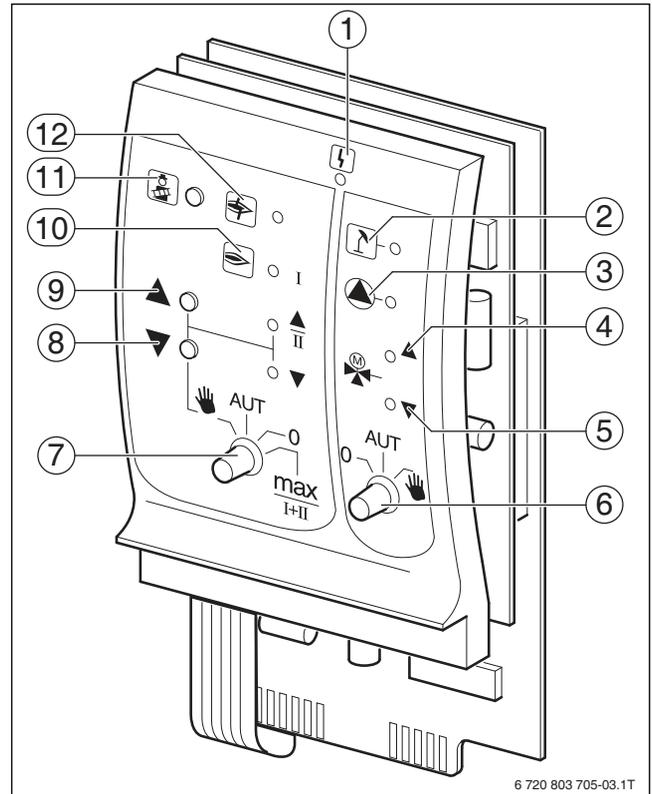

Рис. 11 ZM434
Если выключатели не стоят в положении автоматического режима, то на дисплей MEC2 выходит соответствующее сообщение, и загорается индикация о неисправности (рис. 11, [1]).
▶ Держите кнопку **Тест дымовых газов** (→ рис. 11, [11], стр. 11) несколько секунд нажатой.
Во время проведения теста дымовых газов попеременно мигают индикация о **неисправности** (→ рис. 11, [1], стр. 11) и **летний режим** (→ рис. 11, [2], стр. 11).
0, Рука и **max I + II** являются особыми положениями переключателя горелки (→ рис. 11, [7], стр. 11), которые разрешается устанавливать только специалистам сервисной фирмы, например, при отказе от управления или при проведении технического обслуживания.
0 и **Рука** являются особыми положениями переключателя котлового контура (→ рис. 11, [6], стр. 11), которые разрешается устанавливать только специалистам сервисной фирмы.